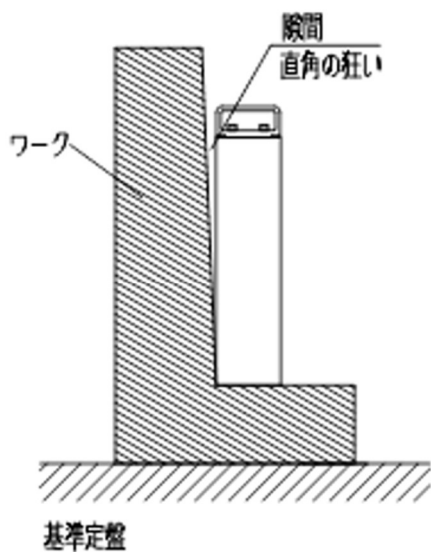
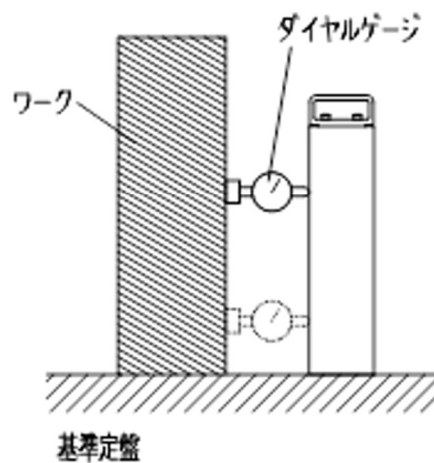

図 1
図 2
1) 隙間による測定（図 1）
- ① スコヤーの底面を下にして、ワークに立てる。
- ② スコヤーの使用面をワークの測定面に当てる。
- ③ スコヤーとワークの間に光が通るかを目視で確認し、隙間の有無を判定する。
2) ダイヤルゲージによる測定（図 2）
- ① スコヤーの底面を下にして、ワークの脇に立てる。
- ② ダイヤルゲージを取り付けたスタンドをワークに当てる。
- ③ 測定子をスコヤーに当て、ダイヤルゲージをゼロに合わせる。